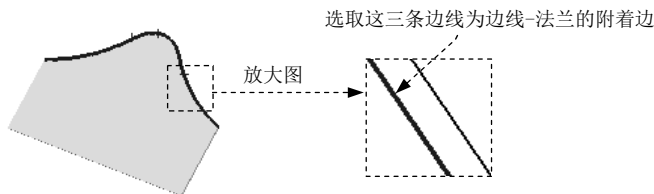

图 10.2.28 选取边线-法兰的附着边
Step3. 定义特征的边线。选取如图 10.2.28 所示的三条边线为边线-法兰的附着边。